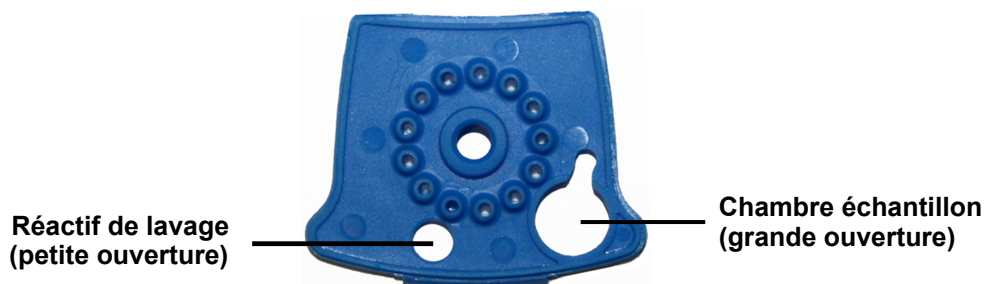

Figure 1. Xpert NPM1 Mutation Cartouche (vue de dessus)
3. Ouvrir la cartouche en soulevant son couvercle et transférer la totalité du contenu d'une (1) ampoule de réactif de lavage dans la chambre de réactif de lavage (avec la petite ouverture). Voir Figure 1.
4. Pipeter le contenu tout entier de l'échantillon préparé (4,5 ml) dans la chambre à échantillon (grande ouverture). Voir Figure 1.